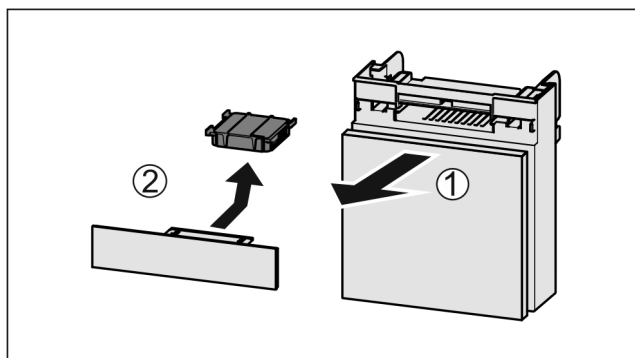

Fig. 46
- ▶ Pretinac izvucite Fig. 46 (1) prema naprijed.
- ▶ Izvadite filter s aktivnim ugljenom Fig. 46 (2).